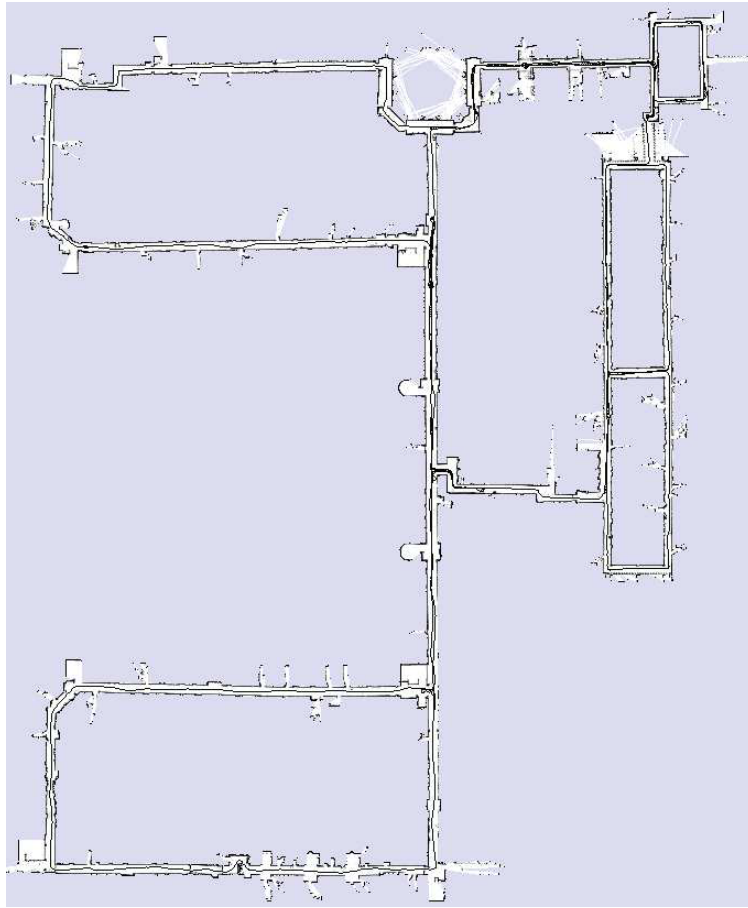

FIGURE 3 – Carte du MIT Killian Court.
2. Modifier votre algorithme en conséquence et tester le sur le dataset suivant "MIT.txt" : <https://cloud.mines-paristech.fr/index.php/s/0ZcYrTk3C3ft9J1> Commenter les résultats obtenus (en comparant votre trajectoire avec la carte de la Figure 3).